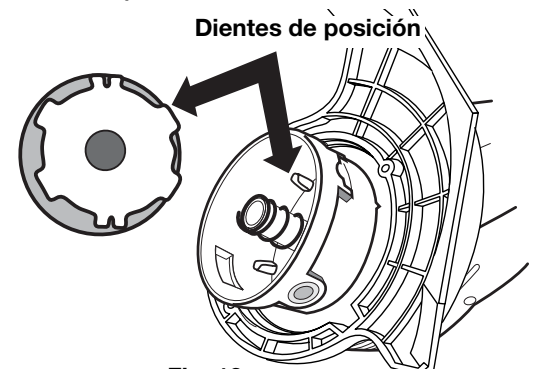

Fig. 12
4. Verifique los dientes de posición del carrete interior y la bobina exterior para ver si están desgastados (Fig. 12). Si es necesario, elimine las rebabas o cambie el carrete y la bobina.